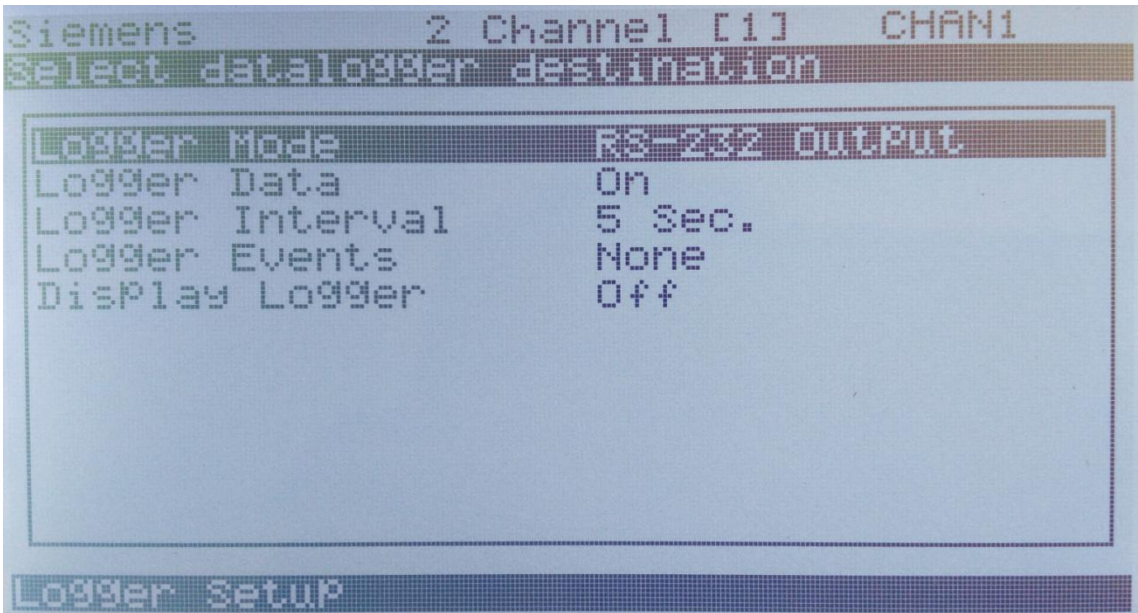
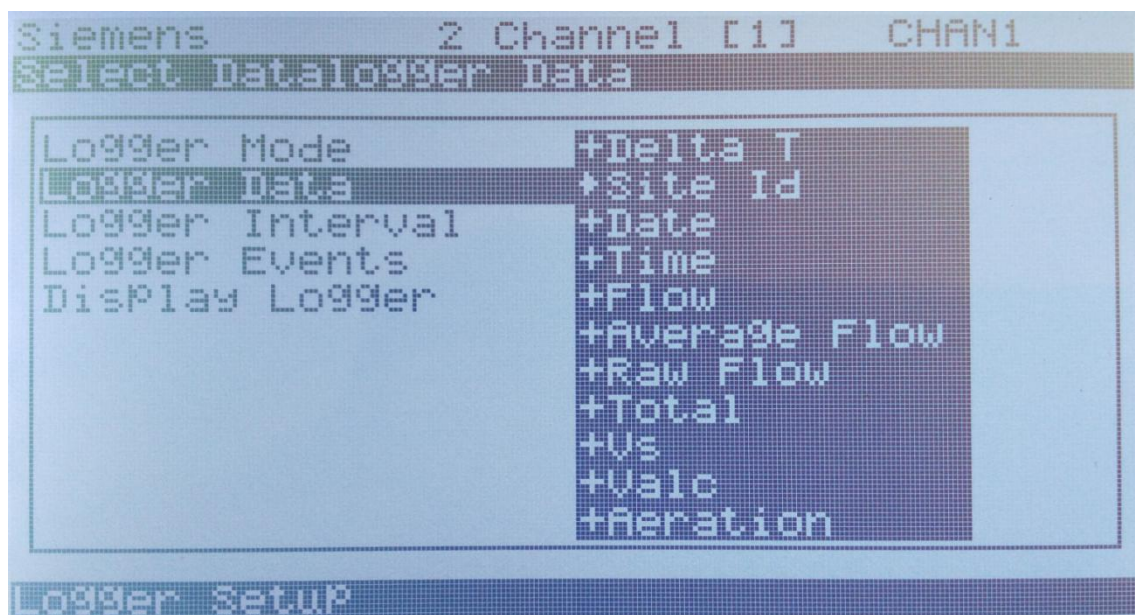

图 3-4 Logger Setup
图 3-5 Logger Data
2、设置 Logger Setup, 如“图 3-4”、“图 3-5”